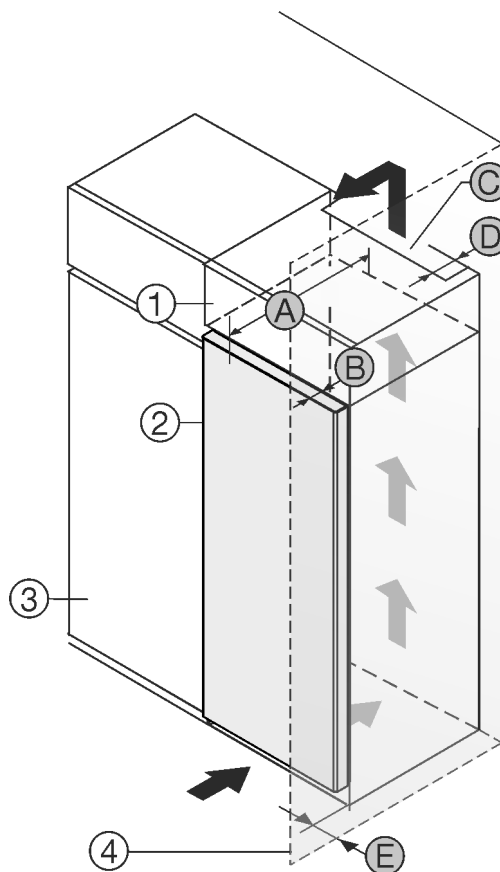

Fig. 1
È possibile posizionare l'apparecchiatura accanto a un mobile da cucina Fig. 1 (3).\*
Sul lato posteriore dell'armadietto sovrapponibile deve essere presente un vano di scarico dell'aria con la profondità Fig. 1 (D) che attraversa l'intera larghezza dell'armadietto sovrapponibile.\*
Sotto al soffitto deve essere presente la sezione di ventilazione Fig. 1 (C).\*
Se si installa l'apparecchiatura con le cerniere accanto a una parete Fig. 1 (4), la distanza tra l'apparecchiatura e la parete deve essere di almeno 13 mm.\*
Se si installa l'apparecchiatura con le cerniere accanto a una parete Fig. 1 (4), la distanza tra l'apparecchiatura e la parete deve essere di almeno 20 mm.\*
Per poter aprire completamente la porta, installare l'apparecchiatura in modo che sporga dal frontale del mobile da cucina almeno della misura della profondità della porta Fig. 1 (B). L'apparecchiatura può sporgere ulteriormente a seconda della profondità dei mobili da cucina Fig. 1 (3) e dell'utilizzo di distanziatori a parete.\*